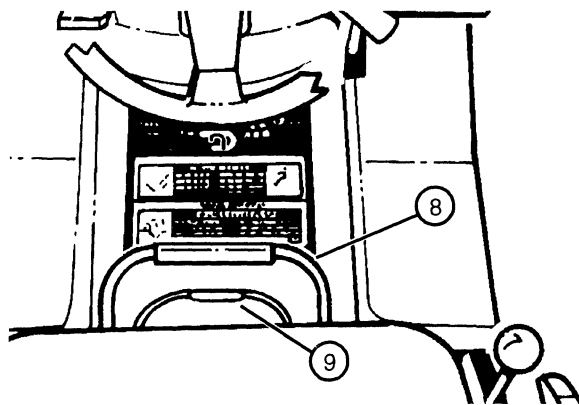

FIGURA 19
- Empuje ligeramente hacia abajo la palanca de levantamiento de la plataforma (8) y sostenga la palanca de fijación (9) hacia abajo con el pulgar. (vea la Figura 19)